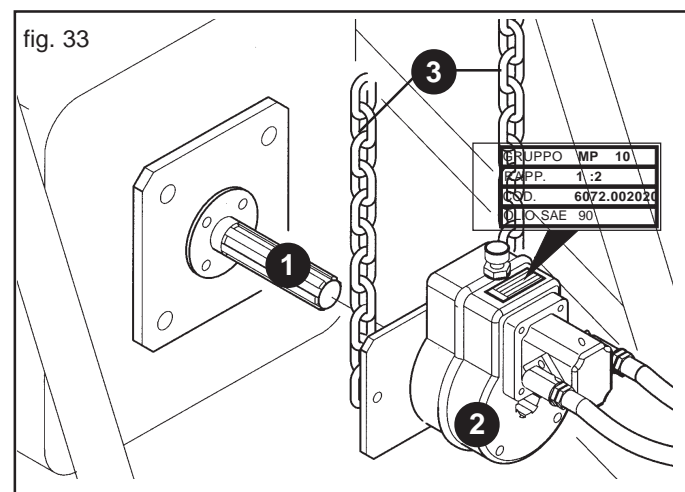

fig. 33
A motore spento e trattore bloccato, collegare correttamente tutti gli innesti rapidi. Pulire ed ingrassare la presa di forza del trattore (1, Fig. 33). Innestare il moltiplicatore (2) nella presa di forza dell'attrezzatura come in Figura 33. Verificare il corretto accoppiamento, bloccare la rotazione del moltiplicatore con le catene in dotazione (3) agganciandole ad una parte fissa del trattore.